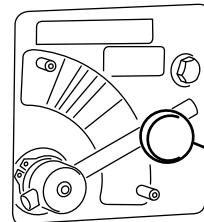

图 6
1. 松开用于固定转盘阀控制杆的旋钮(图 6)。
2. 转动甩盘阀控制杆、使其指向想要的颜色 (图 6)。
将转盘阀控制杆移到蓝色区域最大速度 (图 6)。在完全顺时针旋转时控制杆应是水平的。